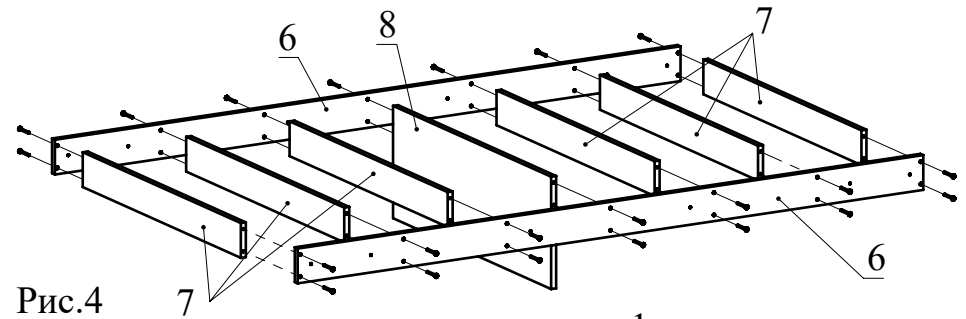

Рис.4
5. Соедините детали 7, 8 с деталями 6 с помощью конфирматов согласно схеме (Рис. 4).